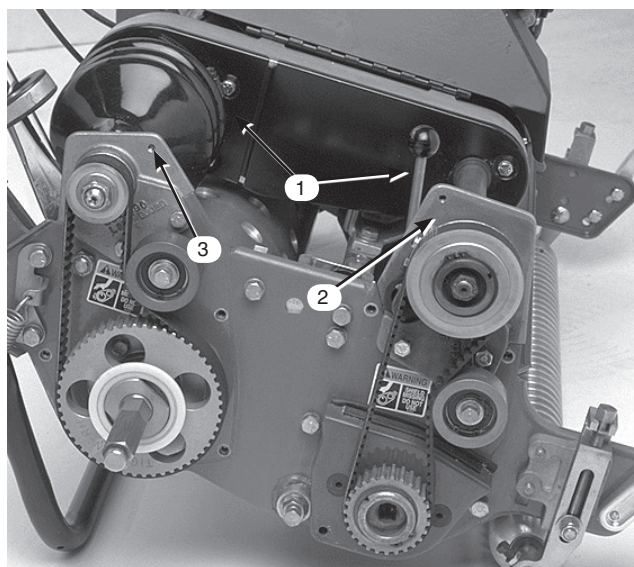

図41
4. デファレンシャル・カバー (前半分と後半分) のキャップスクリューを取り、カバーを外してベルトが見えるようにする (図41)。
6. 前クラッチ・ハウジングをサイド・プレートに固定しているキャップスクリュー 2 本を外す (図41)。
8. 右後ベアリング・ハウジングをサイド・プレートに固定しているキャップスクリュー 2 本とロックナットを外す (図41)。